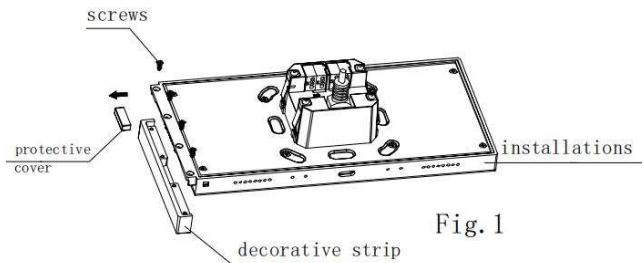

Fig. 1
- Retirez les 4 vis qui fixaient les bandes décoratives métalliques sur le KNX Smart Touch S7 et conservez les vis, puis retirez la bande décorative et le couvercle de protection. Comme le montre la fig.1 ;